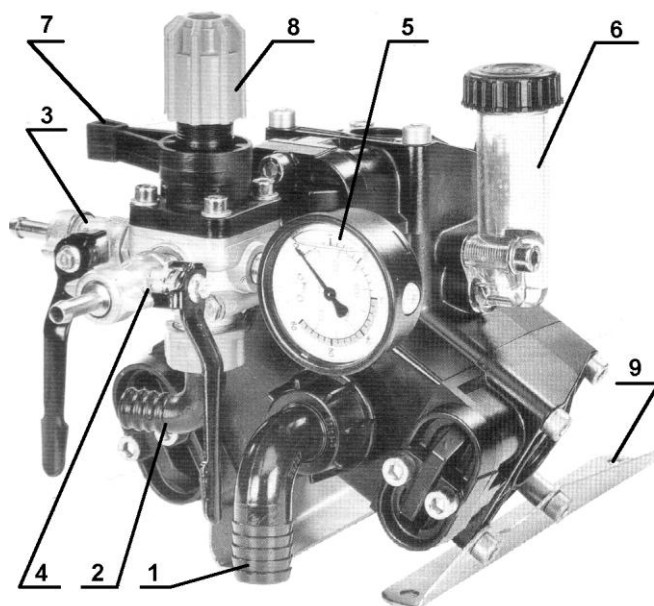

Рис. 2. Насос с регулятором давления.
Насос мембранно-поршневого типа крепится к раме машины кронштейнами 9 (рис. 2), имеет входной 1 патрубок, патрубок 2 сброса излишков жидкости, емкость 6 для определения наличия масла для смазки подвижных деталей, оснащен регулятором давления, включающим регулировочную гайку 8, главный клапан, приводимый рычагом 7, манометр 5, кран 3 для подачи жидкости к рабочему органу и кран 4 для подачи жидкости на гидромешалку.
При включении привода насоса кнопкой на пускателе 21 (рис. 1), жидкость засасывается через патрубок 18 из бака 4 через фильтр 10 и подается насосом в регулятор давления 15, который сбрасывает часть жидкости обратно в бак через патрубок 17, а остальную направляет на гидромешалку при открытом кране 4 (рис. 2) и/или к распылителю при открытом кране 3. Давление жидкости в системе нагнетания устанавливается оператором вращением гайки 8 в соответствии с требованиями технологического процесса и контролируется по манометру 5. Жидкость проходит по рукаву 19 (рис. 1) линии нагнетания, подается к гидравлическому пистолету и распыляется с помощью вихревых распылителей, установленных на нем.
5.2.7. Перевести рычаг 7 (рис. 2) главного крана в положение "0" (повернуть против часовой стрелки до упора), обеспечив безопасный режим запуска насоса. Регулировочную гайку 15 отвернуть против часовой стрелки до упора.
5.2.10. Перевести рычаг 7 (рис. 2) главного крана в положение "I" (повернуть по часовой стрелке до упора). Вращая регулировочную гайку 15, установить давление жидкости в системе нагнетания 1,0 МПа (10 атм/bar).
5.2.12. Перевести рычаг 7 (рис. 2) главного крана в положение "0" (повернуть против часовой стрелки до упора). Регулировочную гайку 15 отвернуть против часовой стрелки до упора.
5.3.5. Перевести рычаг 7 (рис. 2) главного крана в положение "I" (повернуть по часовой стрелке до упора). Вращая регулировочную гайку 15, установить требуемое (расчетное) давление жидкости в системе нагнетания, контролируя его по манометру при работающем гидравлическом пистолете.